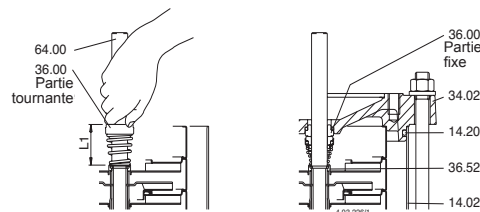

Fig. 5 Montage de l'étanchéité mécanique
Pour le démontage et le remontage observer la construction sur le dessin en coupe (chap. 14.) et les figures 5, 6.
5. Enlever les vis (61.07) et **extraire la lanterne** (32.00) avec le roulement à billes (66.00) et l'accouplement (64.22) du couvercle supérieur (34.02) et de l'arbre (64.00) (fig. 5 b).
7. **Extraire le couvercle supérieur** (34.02) de l'arbre (64.00) et de la chemise externe (14.02) - ou avec la chemise externe du corps de pompe (14.00) - utiliser une cale de bois en faisant levier sur tout le pourtour (fig. 5 c).
Extraire la garniture mécanique (36.00), la partie tournante sur l'arbre (64.00) en faisant attention à ne pas rayer l'arbre et la partie fixe du couvercle supérieur (32.02). Pousser la partie tournante sur l'arbre (64.00) jusqu'à la bague d'appui (36.52) sans comprimer le ressort. Contrôler la longueur avant et après le glissement et soulever la bague tournante jusqu'à la longueur initiale (L1 dans la fig. 5).